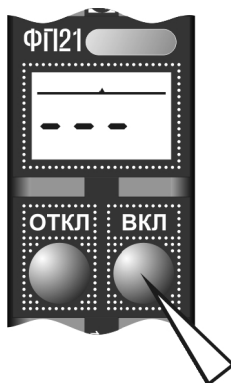

Рисунок 9.1
9.4 Включение газоанализатора осуществляется нажатием кнопки "ВКЛ" (рисунок 9.1).